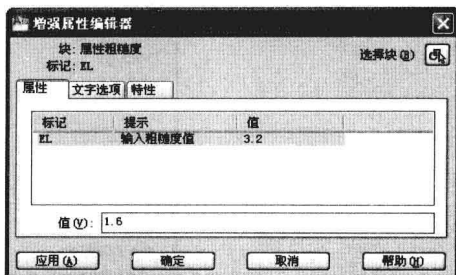

图 6-1-18
(6) 双击属性块对象，打开“增强属性编辑器”对话框，单击“属性”选项卡，修改 EL 标记的“值”为 1.6，如图 6-1-18 所示。